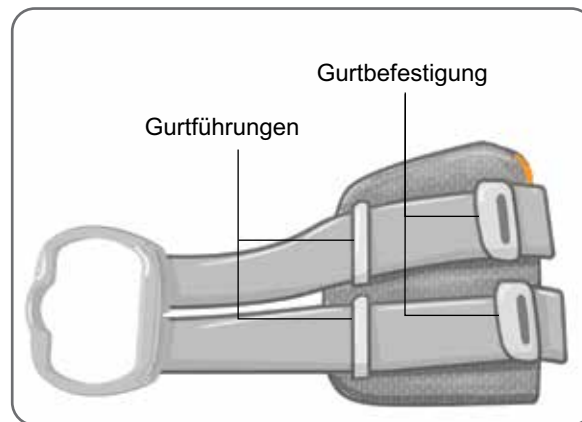

Abbildung 6-2: An der Unterschenkelmanschette (Standardgröße) befestigter Unterschenkel-Manschettengurt
- Schieben Sie den Gurt durch die Gurtführungen und Schnallen an der Unterschenkelmanschette. Achten Sie darauf, dass die Gurtbefestigungen von der Unterschenkelmanschette wegzeigen. Drücken Sie auf die Gurtbefestigungen, um den Gurt zu fixieren. Siehe Abbildung 6-2.